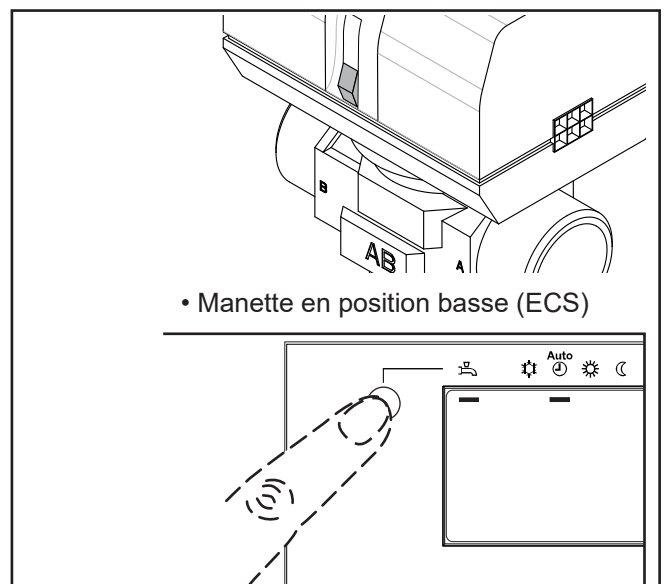

figure 12 - Vanne directionnelle en position ECS
- La manette de la vanne directionnelle doit être en position basse (position ECS. Activer si nécessaire la fonction ECS) (figure 12).